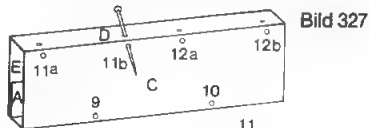

Bild 327
- () Löcher 9–12 b einstechen (Bild 327).